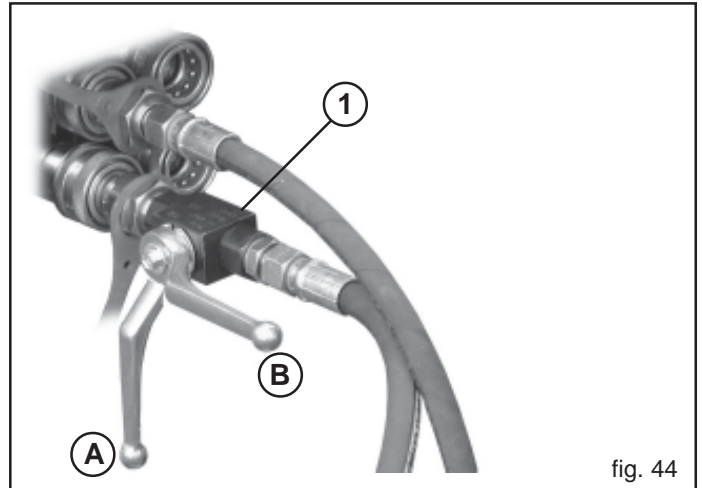

fig. 44
Il tubo oleodinamico di mandata è dotato di un rubinetto (1 Fig. 44) necessario ad escludere il funzionamento del segnafile.
**Durante il trasporto stradale della seminatrice, la maniglia del rubinetto deve essere posta nella posizione (A Fig. 44), per evitare l'apertura accidentale del segnafile, viceversa in posizione B durante il lavoro.**
- 5) Prima di azionare il dispositivo segnalibro, appoggiare la seminatrice a terra e portare la leva del rubinetto in posizione (B) Fig. 44.
- 8) Portare la leva del rubinetto in posizione (A) Fig. 44.